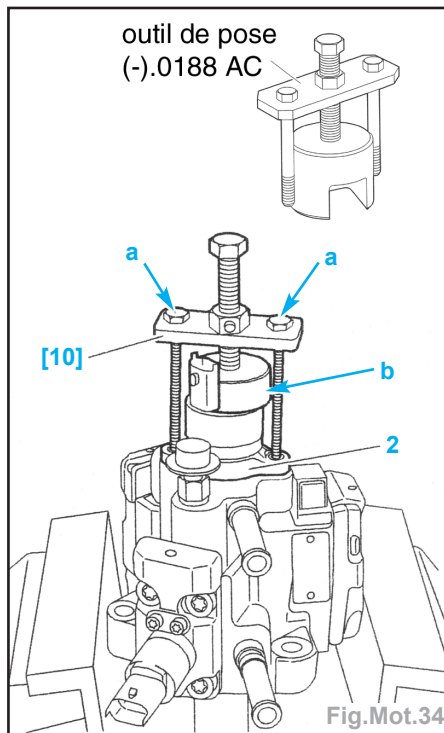

Fig.Mot.34
- Positionner le régulateur de pression carburant sur l'outil de repose [10] et serrer les vis «a» à fond de filetage (Fig. Mot.34).